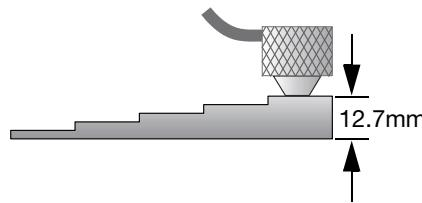

図 5-4 ステップ階段状試験片（厚い部分）による音速校正
- b) ある程度の圧力をかけて、試験片の厚い部分に探触子を接触させます（57 ページの図 5-4 を参照）。